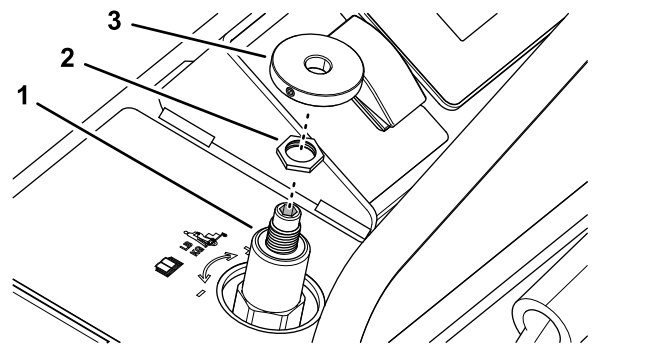

Figure 56
1. Tournez la vis dans le bouton de la commande de réglage dans le sens horaire jusqu'à ce que le bouton se détache de l'axe de la commande (Figure 56).
2. Vérifiez que l'écrou de blocage est serré sur l'axe de la commande de réglage du poids de l'utilisateur (Figure 56); voir l'opération 6 sous Réglage de la commande de réglage du poids de l'utilisateur \(page 48\).
3. Assemblez le bouton sur l'axe de la commande de réglage du poids de l'utilisateur (Figure 56).
3. Desserrez l'écrou de blocage de la commande de réglage du poids de l'utilisateur, voir Figure 56 sous Assemblage du bouton de la commande de réglage du poids de l'utilisateur \(page 48\).